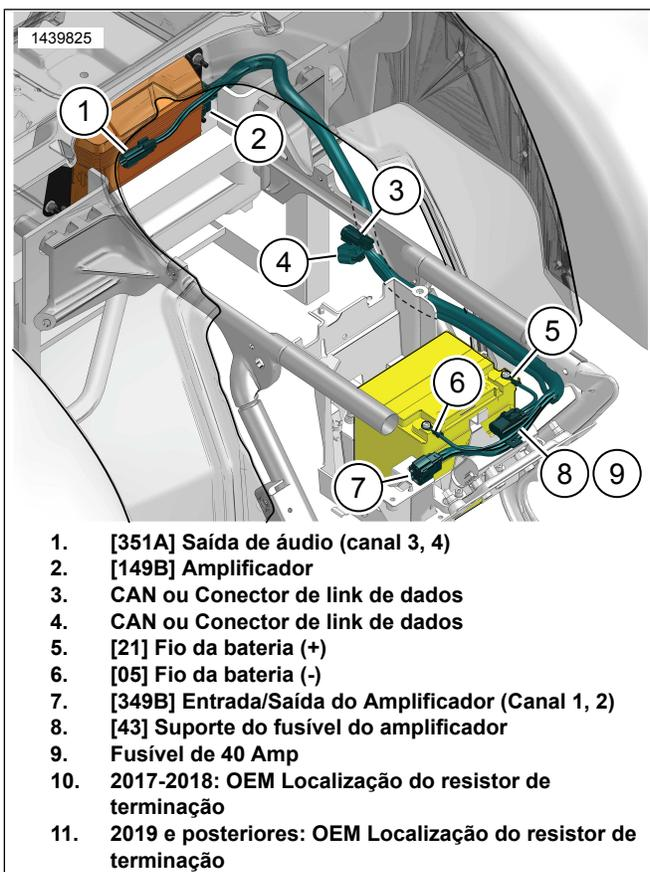

Figura 3. Roteamento do chicote de fios do amplificador
1. Veja a figura 3. Conecte o conector [149B] ao amplificador.
- f. Coloque [91A] (13) a partir do chicote de fios externo sobre o [91B]. Fixe com as abraçadeiras.
- a. Veja a figura 3. Localize o conector do veículo [319A] e a tampa do resistor de terminação perto da área de tampa lateral direita.
7. Veja a figura 3. Oriente os itens 5-9 pela frente da bateria e em direção à tampa lateral direita.
8. Conecte o cabo negativo da bateria (6).
9. Conecte o cabo positivo da bateria (5).
10. Prenda o suporte do fusível do amplificador (8) com a abraçadeira.
11. Veja a figura 3. Oriente o chicote de fios com o conector do amplificador sobre o lado esquerdo do quadro.